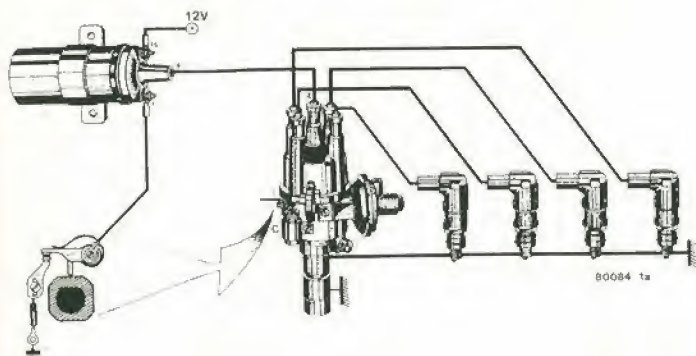

Figura 1. L'accensione convenzionale impiegata in qualunque automobile a benzina.
Ma vediamo il circuito e le sue funzioni nella figura 1.
La chiave raffigurata in alto nella figura 1, indica il contatto d'ignizione. Una volta che sia chiuso, il relais Re è alimentato attraverso D5.
Figura 1. Il sistema di protezione per la batteria. È da notare che è necessario interrompere il collegamento dell'interruttore dei fari. Al suo posto opera il contatto del relais.
La figura 1 mostra il convenzionale sistema d'accensione, tutt'ora impiegato. L'apertura dei contatti è controllata dalla camma dello spinterogeno. Quando le puntine sono aperte, la corrente che attraversa il primario della bobina (PW) è bruscamente troncata, ed in tal modo, si ha una elevata tensione indotta nel secondario (SW).